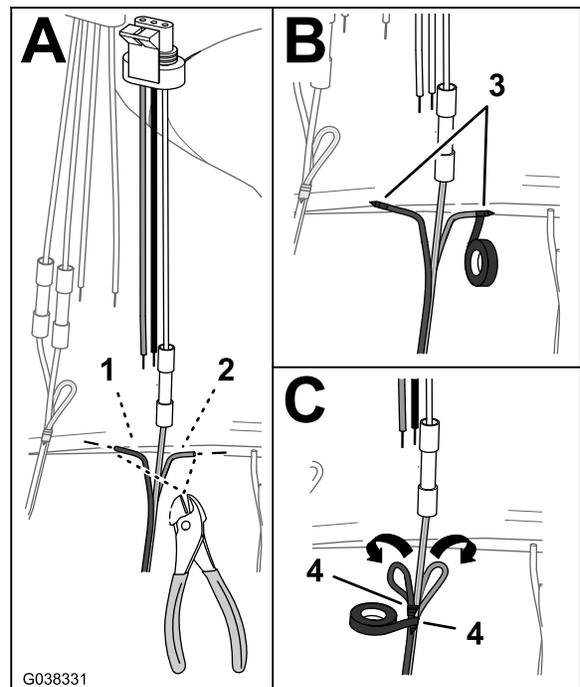

Figure 44
- A. Coupez les conducteurs du fil marron et du fil bleu au ras de la gaine isolante (Figure 44).
- B. Enroulez du ruban isolant autour de l'extrémité du fil marron pour le sceller (Figure 44).
- C. Enroulez du ruban isolant autour de l'extrémité du fil bleu pour le sceller (Figure 44).
- D. Repliez le fil marron et le fil bleu sur le fil jaune et vert, et enroulez du ruban isolant autour des 3 fils réunis (Figure 44).